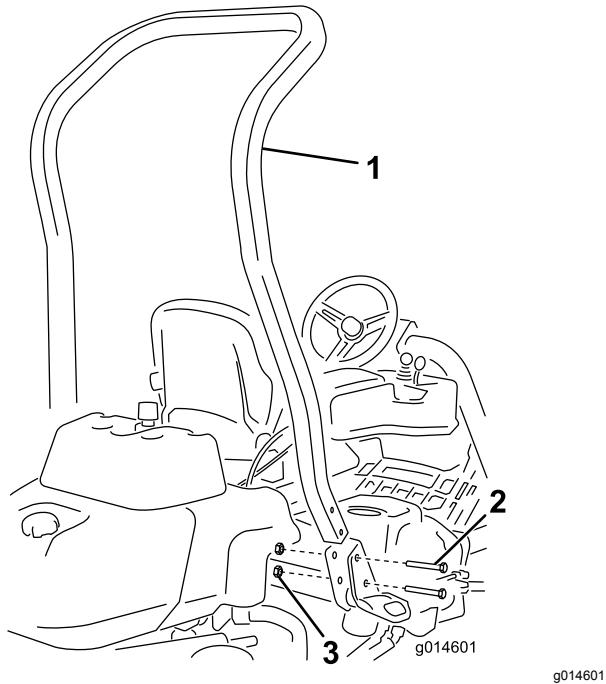

Figure 3
3. Montez l'arceau de sécurité dans les logements prévus de chaque côté de la machine au moyen de 4 boulons (½" x 3¾") et 4 écrous à embase (½"), comme montré à la Figure 3.